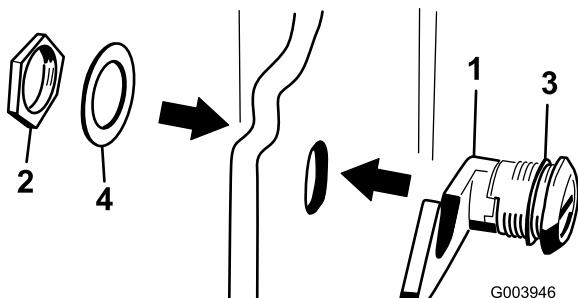

図17
3. フード・ラッチ・アセンブリからナットを取り外す(図17)。